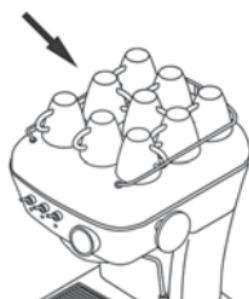

figure 6
- Le porte-filtre ⑦ doit toujours être en place sur la machine ⑧ de manière à rester chaud (en position fermée).
- Placez les tasses sur le chauffe-tasses ⑨. La chaleur (température optimale 40 °C / 105 °F) améliore l'expresso. (voir fig. 6)